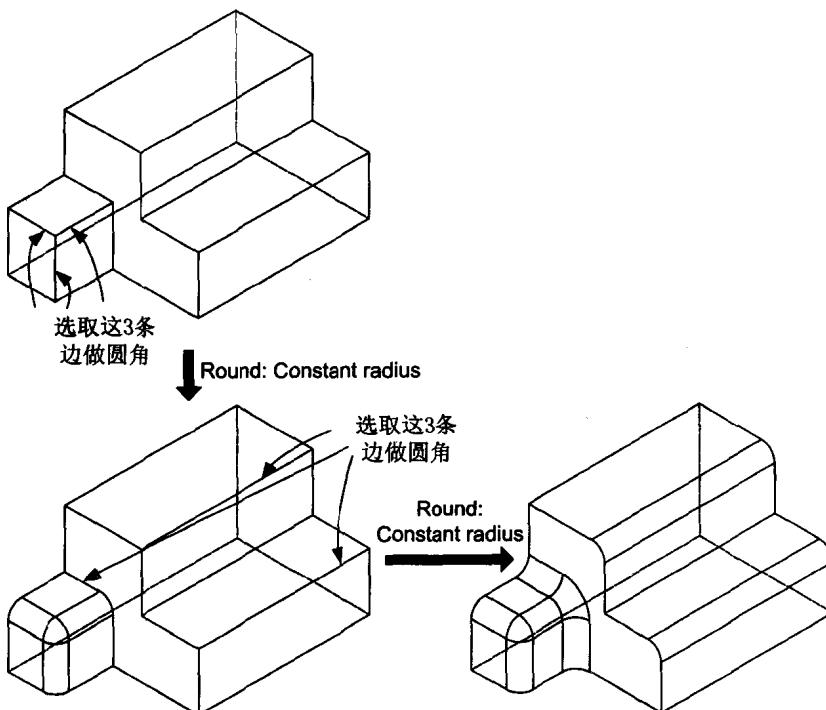

图 1.4
(1) 圆角半径值的变化形态
- Constant：固定的圆角半径值（见图 1.4）。